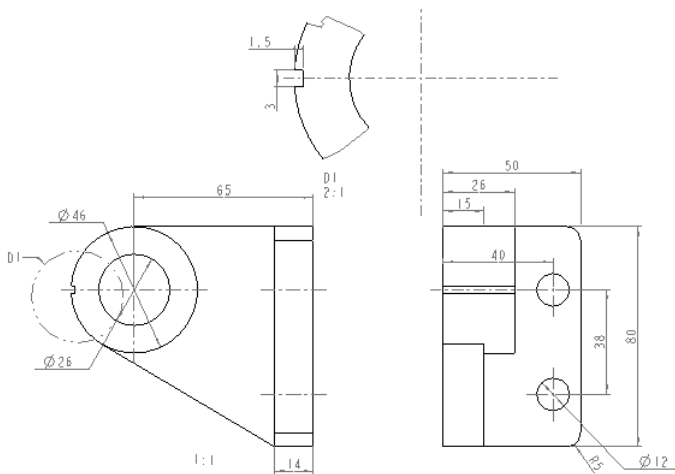

图 6.5.1 创建被驱动尺寸
下面以图 6.5.1 所示的零件 bracket 为例，说明创建被驱动尺寸的一般操作过程：
Step1. 在功能区中选择 **注释**   命令。按住 Ctrl 键，在图形中选择图 6.5.1 所示的主视图和投影视图